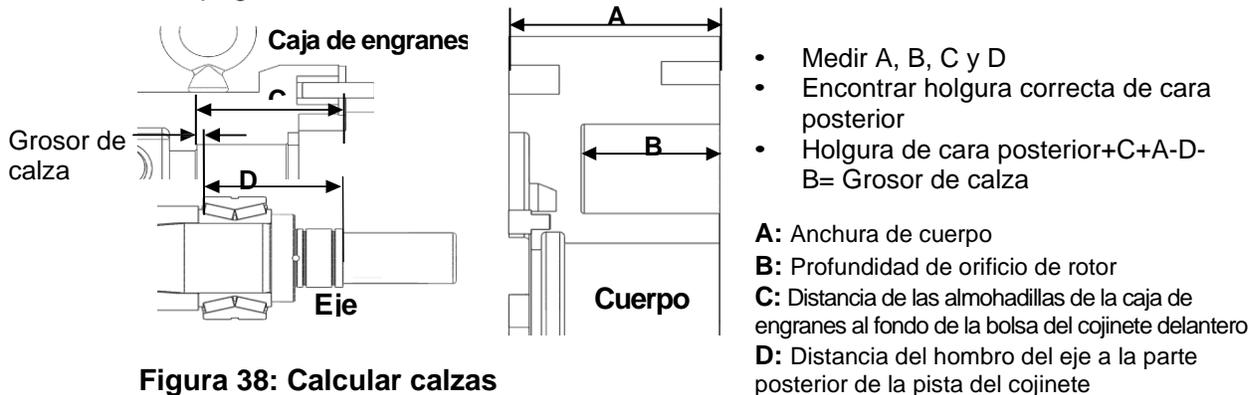

Figura 38: Calcular calzas
3) Las calzas ubicadas en el eje detrás del cojinete delantero controlan la holgura de la cara posterior de la bomba; el espacio entre el cuerpo y el rotor. Si no se sustituyen ni los ejes ni los cojinetes, utilice las calzas (si están correctamente marcadas) que se retiraron al desensamblar y reutilícelas asegurándose de que se instalen en los orificios correctos. Si se sustituyen los ejes o los cojinetes, es necesario un proceso de cálculo de las calzas requeridas. Use la Figura 38 y la siguiente ecuación para calcular. Para encontrar la holgura correcta de la cara posterior, vea la Tabla 8, página 28.